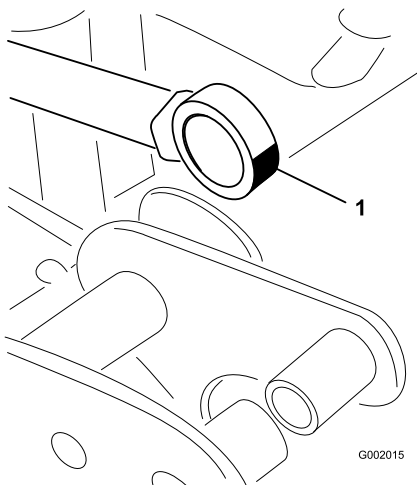

Bild 65
5. Drehen Sie das Lagerende der Aktuatorstange und schmieren Sie Schmiermittel in das Lager (Bild 65).